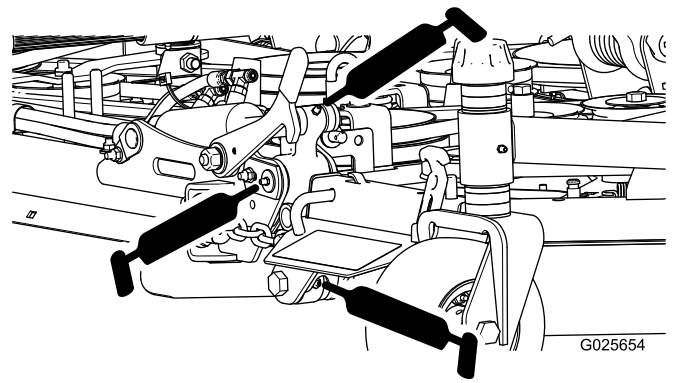

Bild 14
- Seitmähwerkscharniere (10) (Bild 14)